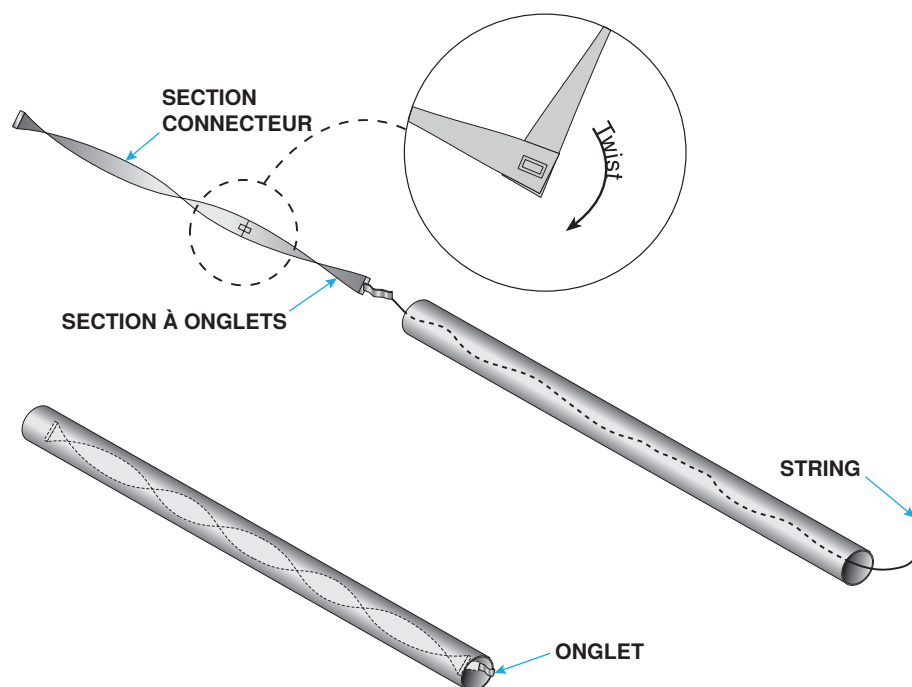

Figure 8. Installation du swirler
- a. Verrouillez les sections du swirler comme indiqué sur la Figure 8 et faites glisser l'ensemble dans le tube d'extension. La ficelle peut être utilisée comme indiqué pour positionner le swirler.
- b. Pliez l'onglet autour de l'extrémité aval du tube comme indiqué sur la Figure 8 pour fixer le swirler.